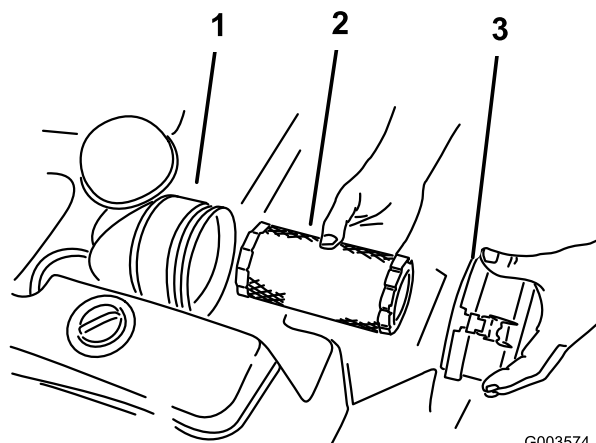

Figura 3
4. Retire la tapa y el filtro del limpiador de aire (Figura 3).